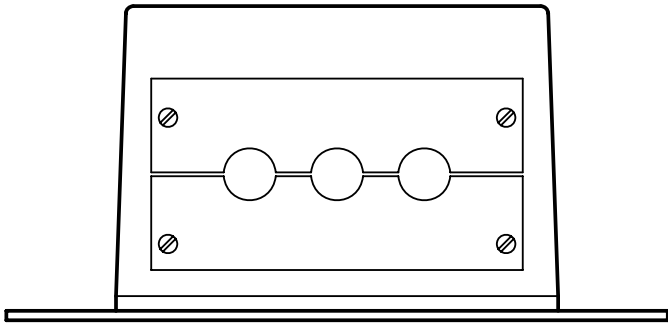
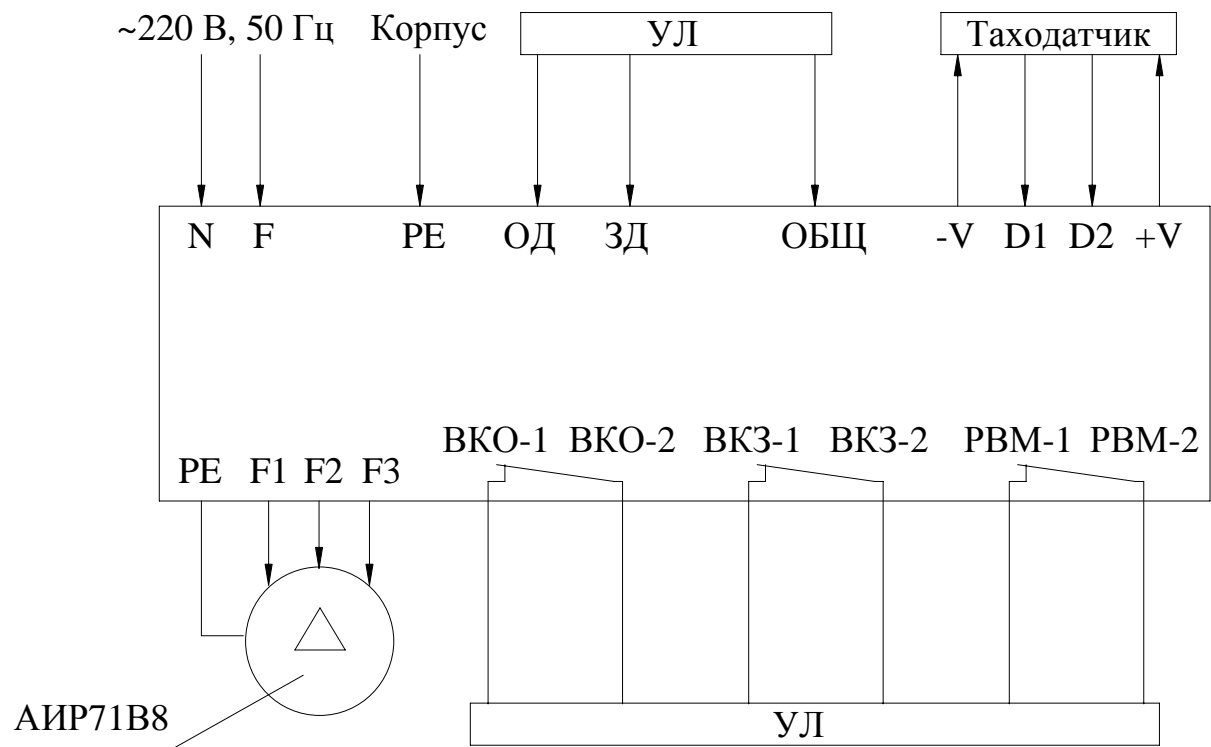
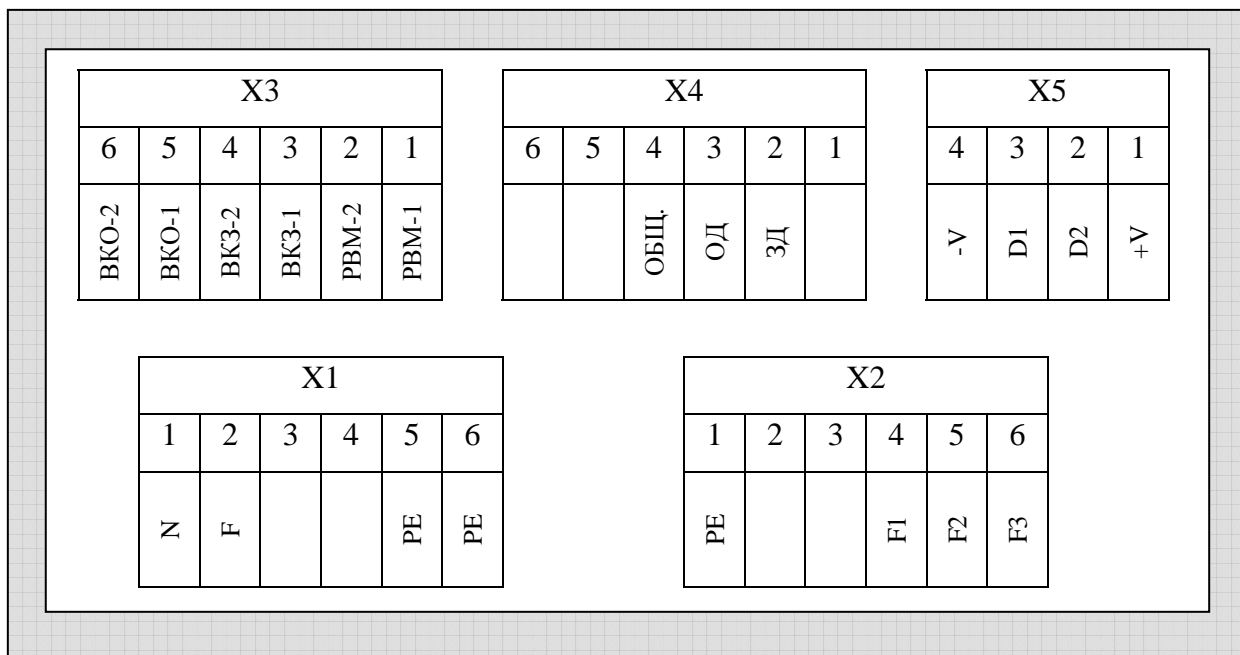

Рис.1. Габаритно-присоединительные размеры *Устройства*.
Рис.2. Блок-схема подключения внешних контактов БУАД-4-27.
Рис. 3. Схема подключения внешних контактов БУАД-4-27.
Габаритно-присоединительные размеры *Устройства* приведены на **рис.1**.
На **рис.2** показана блок-схема подключения внешних контактов *Устройства*. На **рис.3** показаны и подписаны отдельные контакты каждого из разъемов *Устройства*.
3.4.1. Внешние контакты для станции УЛ (см. рис. 2, 3):
Узел подключения внешних коммуникаций состоит из заглушки для крепления пластмассовых или металлических рукавов (**рис.1, вид А**) и разъемов для подсоединения шин сетевого питания, цепей выходных напряжений для электродвигателя, цепей управления работой устройства, цепей подключения таходатчика (**рис.2, 3**).